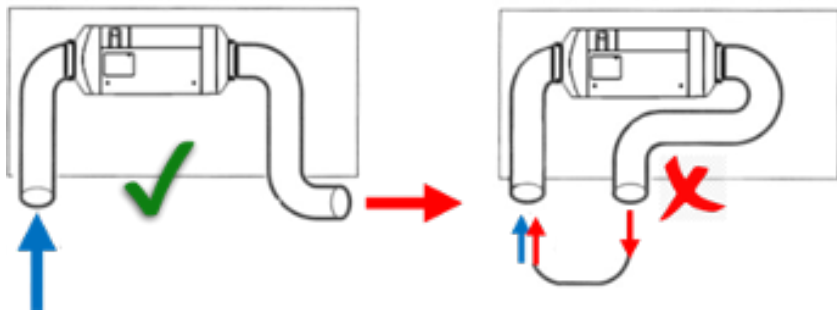

Fig. 29
- ☐ Vermeiden Sie Kurzschlüsse im Heizluftkreislauf (Fig. 29). Diese können aufgrund zu warmer angesogener Heizluft zum Abschalten des Systems infolge von Überhitzung führen.